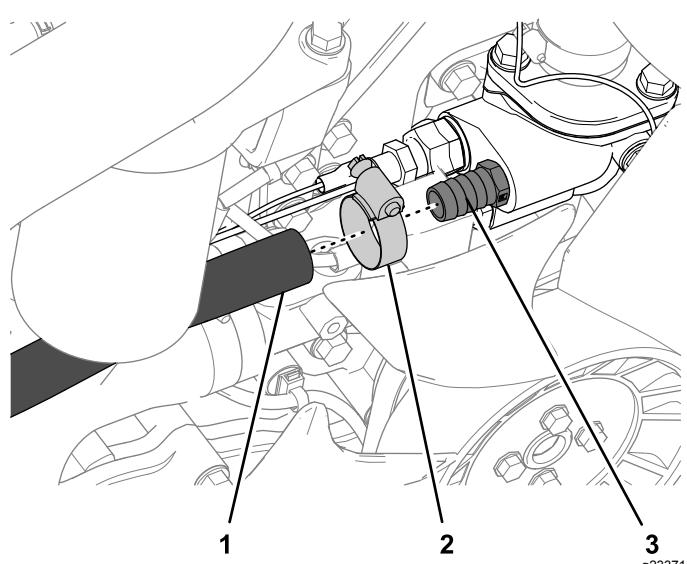

Рисунок 27
2. Наденьте шланговый хомут на конец шланга (Рисунок 27).
3. Наденьте шланг на прямой штуцер и закрепите его шланговым хомутом (от  $\frac{1}{2}$  до  $1\frac{1}{4}$  дюйма), как показано на Рисунок 27.